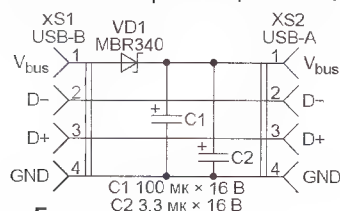

Рис. 5
**Защита от помех устройства, питаемого от разъёма USB (рис. 5 <[http://www.acomelectronics.com/GeorgeVita/e170fix\\_foto/e170fix.jpg](http://www.acomelectronics.com/GeorgeVita/e170fix_foto/e170fix.jpg)>).** На такое питание рассчитаны многие самодельные устройства. На практике из компьютера по цепи питания